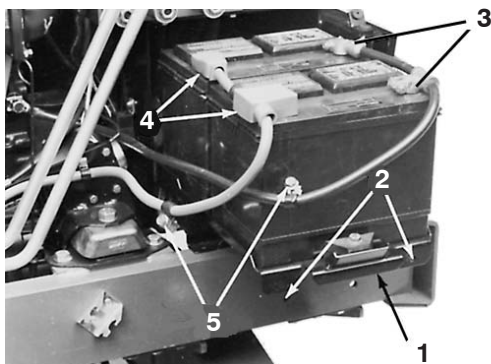

Figure 2
- Retirez les vis de fixation du support de batteries et sortez le support (Fig. 2).
- Débranchez les câbles négatifs (-) des batteries (Fig. 2). Connectez un chargeur de 3 à 4 A aux bornes des batteries. Chargez les batteries au régime de 3 à 4 ampères durant 4 à 8 heures.